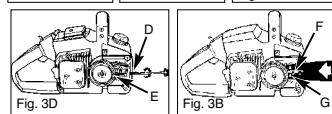

Fig. 3D
3. A l'aide d'un tournevis, tourner la vis de réglage (D) VERS LA GAUCHE jusqu'à ce que la vis de tension «LE TENON» (E) ne puisse plus avancer vers le tambour d'embrayage et le pignon. (Fig. 3D)